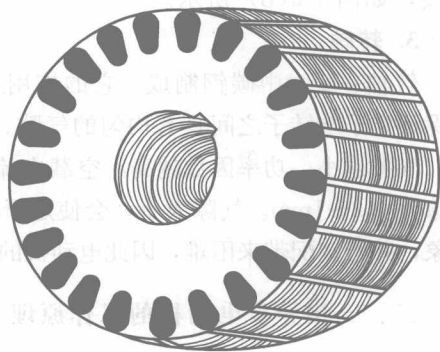
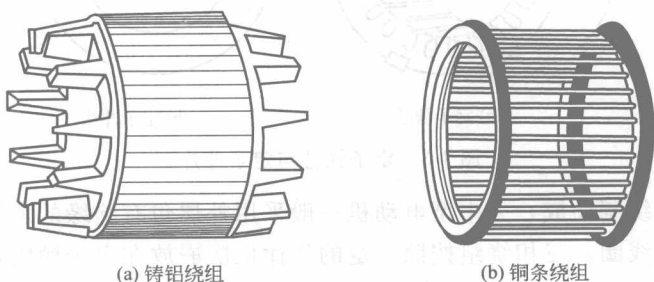

图 1-4 转子铁芯
图 1-5 笼型转子绕组
(1) 转子铁芯 转子铁芯也是电动机磁路的一部分，一般用 0.5mm 厚的硅钢片叠压而成，在硅钢片的外圆上均匀地冲有许多槽，如图 1-4 所示，用以浇铸铝条或嵌放转子绕组。转子铁芯压装在转轴上。
(2) 转子绕组 转子绕组分为笼型和绕线型两种。
① 笼型转子绕组 该绕组是由插入每个转子铁芯槽中的裸导条与两端的环形端环连接组成。如果去掉铁芯，整个绕组就像一只笼子，故称为笼型转子绕组，如图 1-5 所示。
中小型异步电动机的笼型转子绕组，一般都用熔化的铝液浇入转子铁芯槽中，并将两个端环与冷却用的风扇翼浇铸在一起，如图 1-5 (a) 所示。对于容量较大的异步电动机，由于铸铝质量不易保证，常用铜条插入转子槽中，再在两端焊上端环，如图 1-5 (b) 所示。